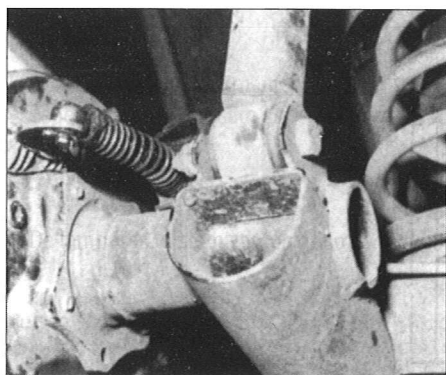

Fig. 75
- Sob o veículo, desmontar os parafusos de fixação do amortecedor no braço da suspensão (Fig. 75).